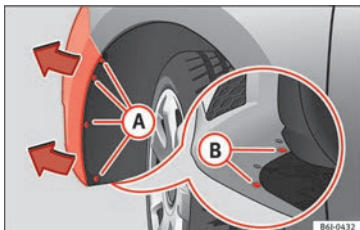

Abb. 103 Nebelscheinwerfer: Zugriff auf die Steckverbindung und den Lampenträger
ses und die 2 unteren Schrauben ② » **Abb. 103** des Stoßfängers mit einem Schraubendreher.
- Entfernen Sie die 4 Schrauben ① » **Abb. 103** aus dem Inneren des Radhau-